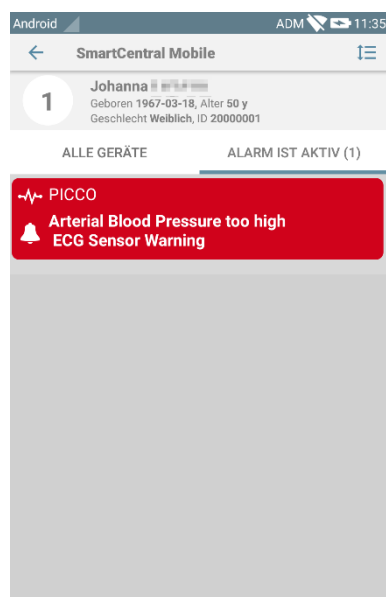

Abb. 18
- Berühren Sie die Meldung, um direkt auf das entsprechende Modul/den Patienten zuzugreifen (siehe ein Beispiel in Abb. 18, siehe Abschnitte 6 und 7 für eine Beschreibung der jeweiligen Module). Wenn sich die Alarmbenachrichtigung von einem Modul auf einen Patienten bezieht, wird durch Antippen des Alarms die Registerkarte für den alarmierten Patienten angezeigt. Wenn die Alarmbenachrichtigung für mehr als einen Patienten ausgelöst wird, wird darüber hinaus die Liste des alarmierten Patienten angezeigt.